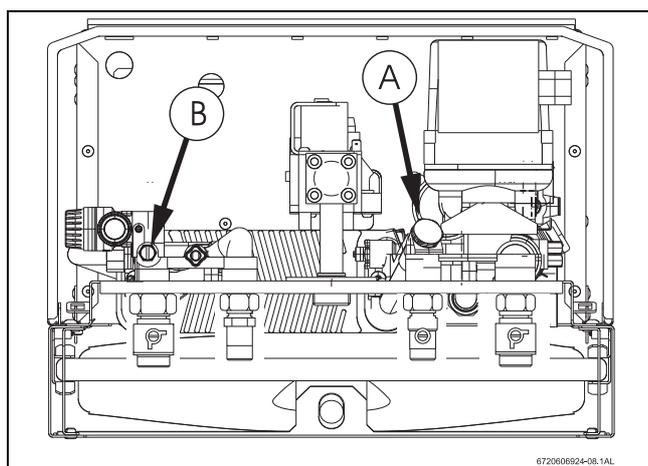

Fig. 30
- ▶ Dévisser le couvercle (Fig. 30 , Pos. A).
- ▶ Dévisser la vis de vidange (Fig. 30 , Pos. B).